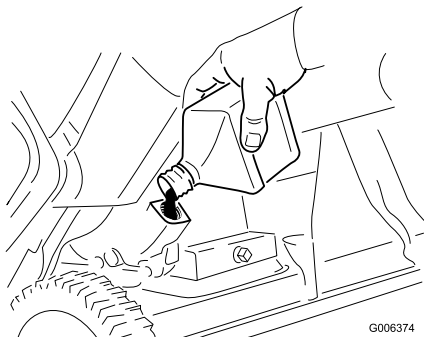

Figure 27
8. La fraise à neige étant en position de fonctionnement, versez **lentement** de l'huile dans l'orifice de remplissage jusqu'au niveau de trop-plein (Figure 27).